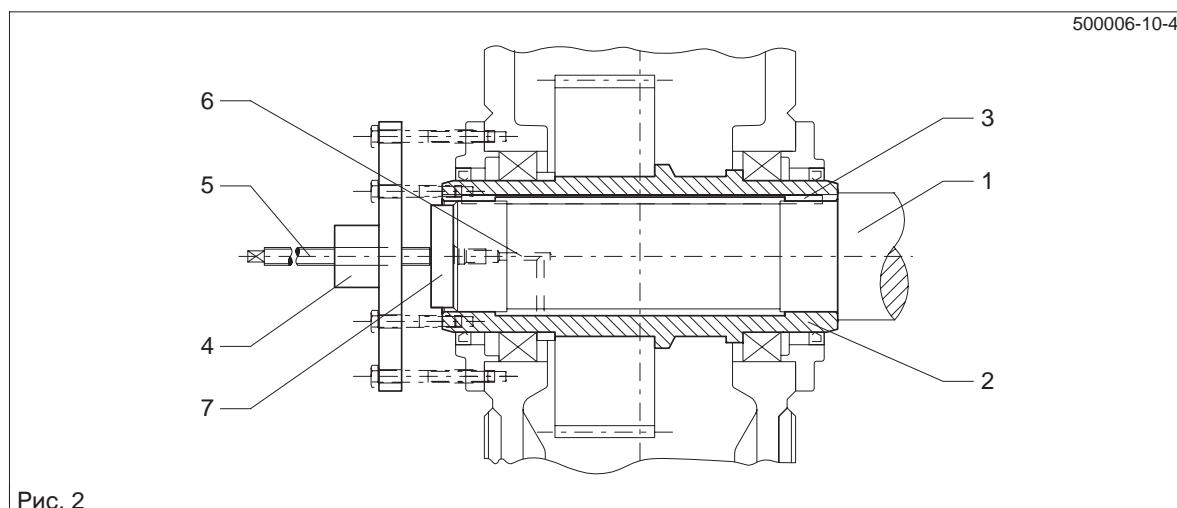
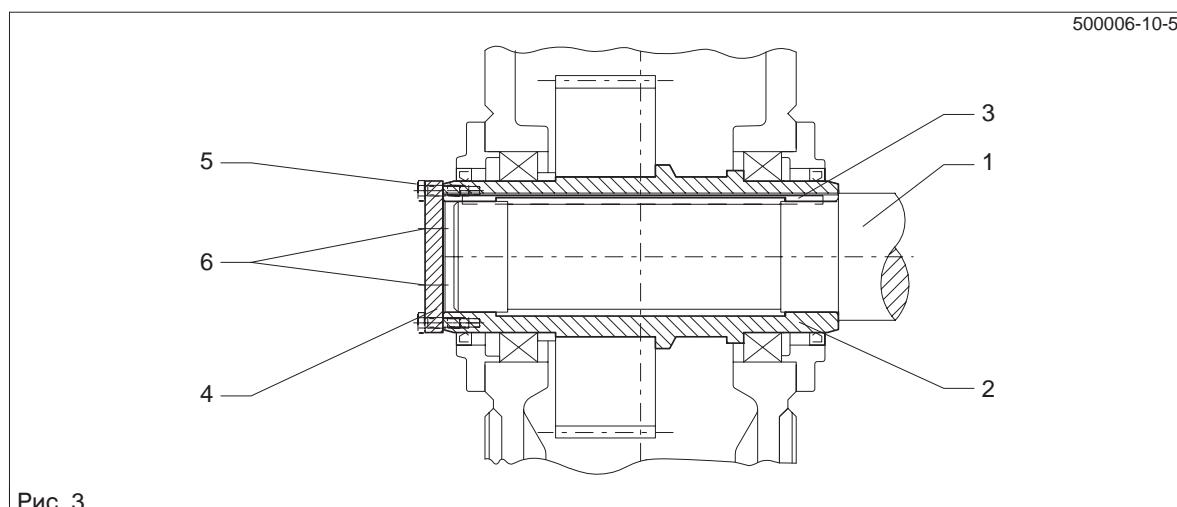

Рис. 2
Рис. 3
- При образовании ржавчины на посадочных плоскостях для облегчения снятия передачи насосом закачать под давлением растворитель ржавчины в пустое пространство сверленого отверстия, чтобы он попал на посадочное место. Подача растворителя ржавчины осуществляется через сверленые отверстия в машинном валу (см. рис. 2) или в концевом диске (см. рис. 3).
- Отжатие передачи от машинного вала может быть выполнено по возможности на месте при помощи отжимного винта на концевом диске (см. рис. 3), центральным ходовым винтом или, предпочтительнее всего, гидравлическим агрегатом Лукаса.
- После достаточного действия растворителя снять передачу при помощи устройства согласно рис. 2 или рис. 3
Если при этом, как показано на рис. 2, опора не только на полый вал, но и имеется дополнительное объединение с кожухом, силы отжима не должны превышать значений, приведенных в приведенной ниже таблице.